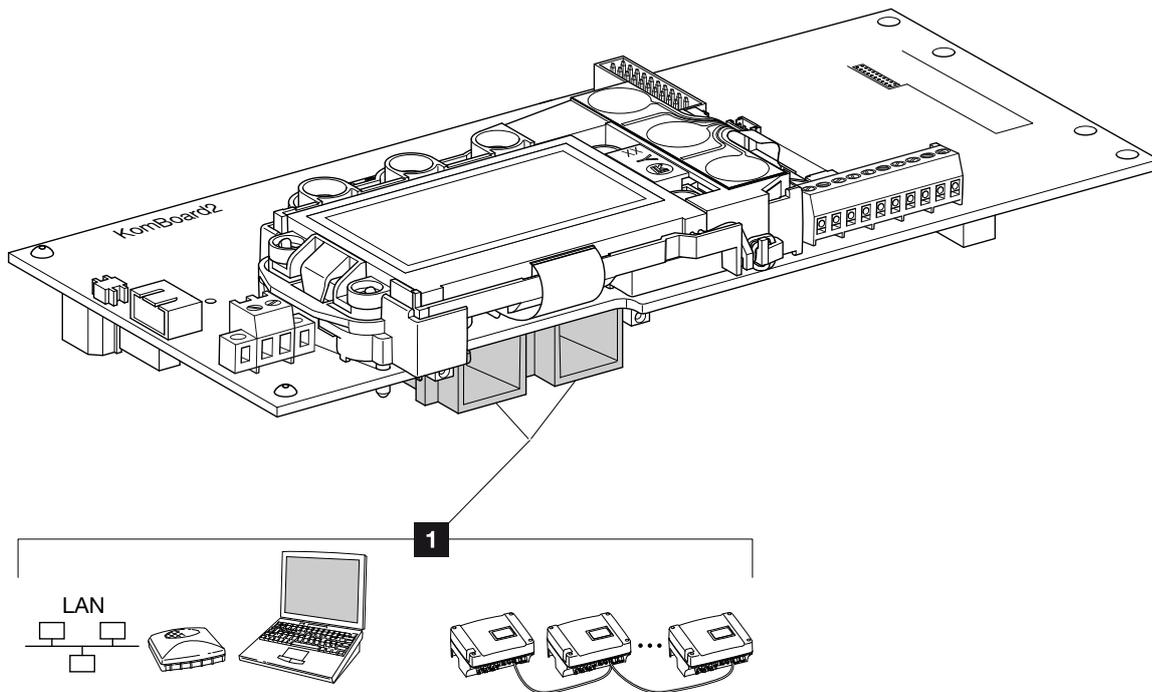

Abb. 35: Belegung der Anschlussbuchsen
2. Wenn der Wechselrichter über ein Computernetzwerk erreichbar sein soll und auch Daten darüber austauscht, dann ist ein LAN-Kabel an den LAN-Anschluss des Komboards anzuschließen  Abb. 35